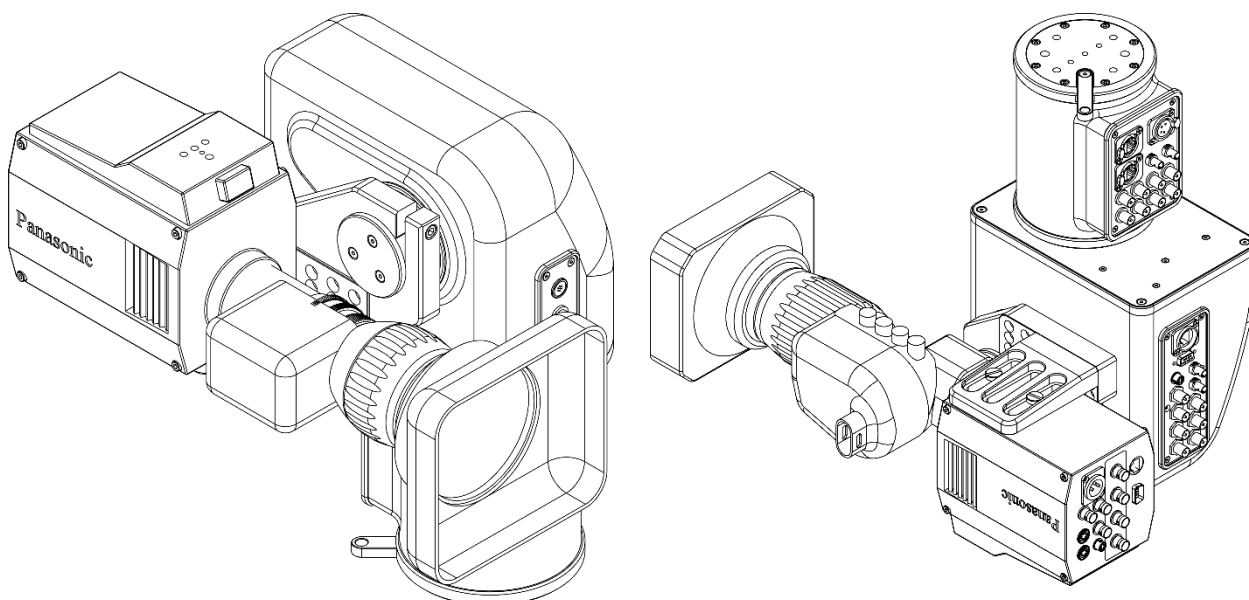

Рис. 16. Монтаж боксовой камеры на «стандартное» крепление камеры
- Для настольного монтажа (Рис. 16 а)
- Для потолочного монтажа, если камера допускает переворот изображения (Рис. 16 б). В этом случае камера устанавливается в перевернутом виде.